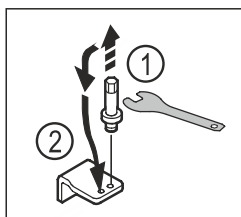

Fig. 17
- ▶ Bolzen des unteren Lagerbocks mit Außensechskantschlüssel SW5 herausdrehen. Fig. 17 (1)
- ▶ Bolzen auf der Gegenseite einsetzen. Fig. 17 (2)